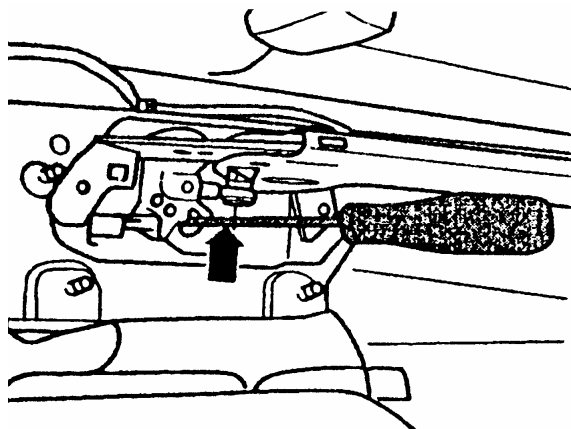

图 13-53 从定位器上压出滚珠
(8) 如图 13-53 所示，用螺丝刀向手制动杆方向压手制动拉索，从定位器上压出滚珠。